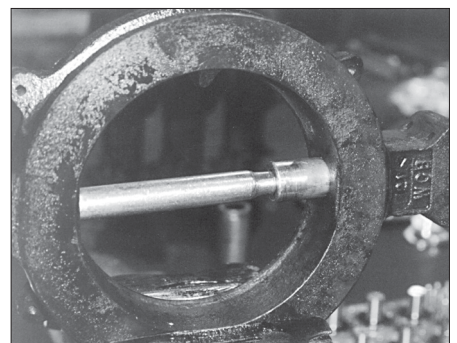

Abb. 6 – Wellenlager bündig mit Wandung des Gehäusedurchgangs
4. Die Wellenlager durch Hammerschläge auf das Werkzeug weiter eintreiben, bis es mit der Wandung im Gehäusedurchgang abschließt. (siehe Abb. 6)